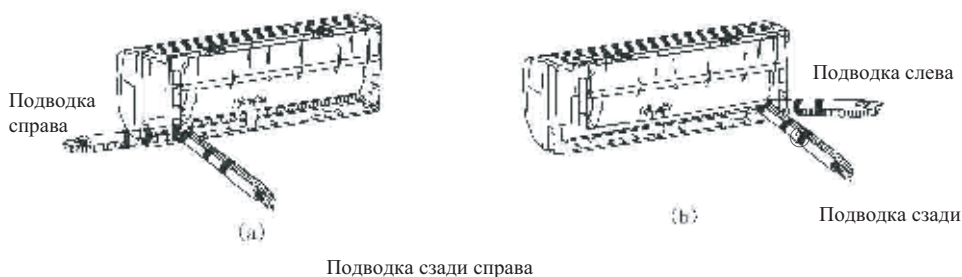

Рис. 8.10 Подводка к внутреннему блоку
1. Подключение соединительных труб и кабелей возможно с левой или правой стороны внутреннего блока. (см. рис. 8.10 а,б)